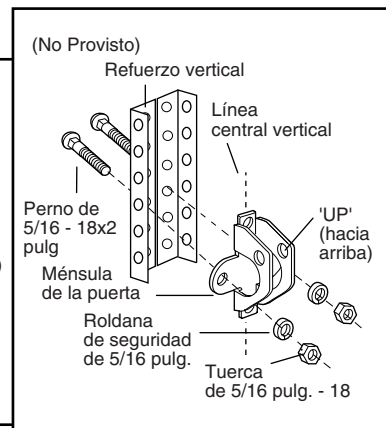

Figura 2B
- Como alternativa, puede usar dos pernos de 5/16 pulg. y las correspondientes roldanas de seguridad y tuercas (esto no se incluye). (Figura 2B)